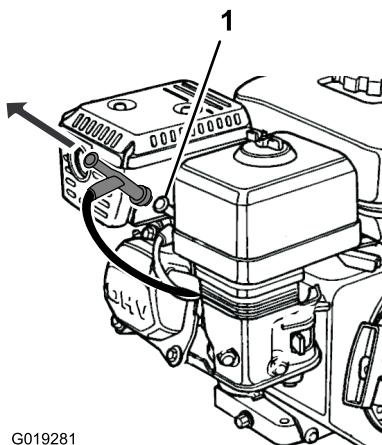

Figura 27
- Desconecte el cable de la bujía; consulte Figura 27.
Desconecte el cable de la bujía del terminal de la bujía (Figura 27).